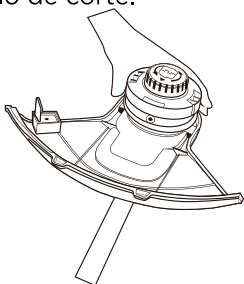

Fig. 12
- b.** Gire la parte superior del cabezal de corte en la dirección indicada en la parte superior del cabezal de corte y coloque los triángulos superior e inferior uno contra otro. (Fig. 12)